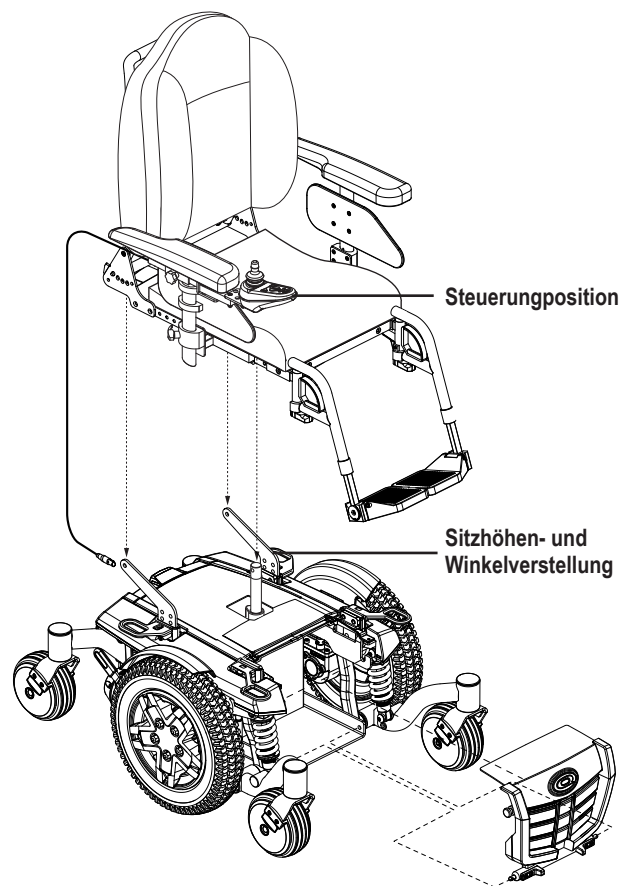

Bild 3. Zusammenbau Ansicht
Ihr Elektrorollstuhl benötigt unter Umständen ein paar Montageprozeduren, bevor er das erste Mal benutzt wird, oder nachdem er transportiert wurde. Er muss unter Umständen auch demontiert werden, um Verstellungen für den Komfort durchzuführen. **Bild 3** zeigt die Teile des Elektrorollstuhls, die dazu gemacht sind, um vor dem Erstgebrauch oder der Durchführung von Verstellungen, auseinander und wieder zusammen gebaut zu werden, sei es vom Benutzer oder einem qualifizierten Pfleger.
3. Die Steuerung montieren und das Kabel zur Rückseite der Antriebsbasis führen. **Siehe Bild 3.**
4. Den Steckverbinder der Steuerung hinten in die Antriebsbasis stecken. **Siehe Bild 3.**